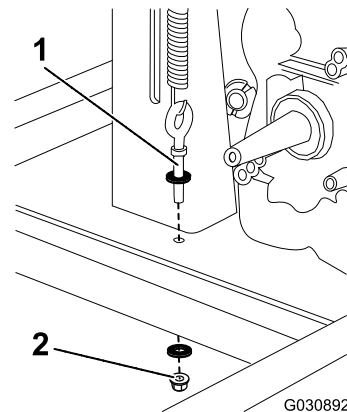
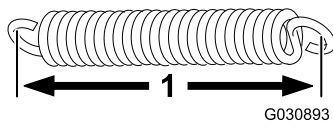

Bild 55
Bild 56
- A. Lösen Sie die untere Mutter am Augenbolzen und schrauben sie bis zum Ende der Schraube (Bild 55).
4. Messen Sie die Feder zwischen den zwei Innenschleifen, siehe Bild 56. Wenn die Feder mehr als 8,9 cm gestreckt ist, tauschen Sie die Feder aus.
5. Zum Erhöhen der Federspannung und damit der Riemen Spannung müssen Sie die Höhe des Augenbolzens verringern; lösen Sie hierfür die obere Mutter des Augenbolzens und ziehen die untere Mutter an (Bild 55 und Bild 56).